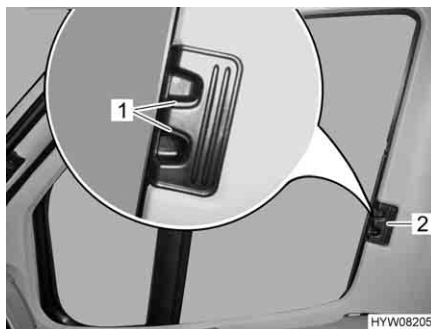

Fig. 12 Bloccaggio delle tendine oscuranti pieghevoli per il finestrino del conducente/passeggero
- Inserire la tendina oscurante pieghevole per la maniglia (Fig. 12,2) fino all'arresto.
- Fare innestare le maniglie di sbloccaggio (Fig. 12,1).